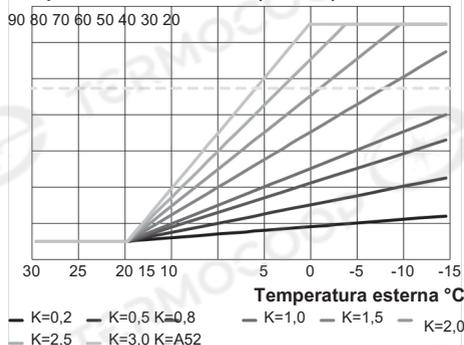
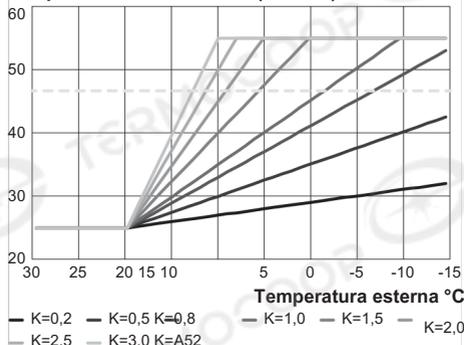
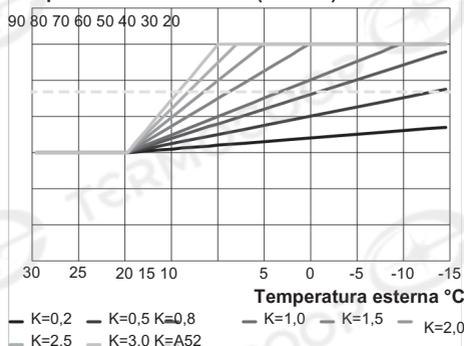

Figura 5.28
Figura 5.29
Figura 5.30
Il coefficiente K è un parametro che innalza o abbassa la temperatura di mandata caldaia al variare della temperatura esterna. Quando si installa la sonda esterna bisogna impostare questo parametro in base al rendimento dell'impianto di riscaldamento per ottimizzare la temperatura di mandata. Con temperatura di regolazione riscaldamento **25-85°C** (Figura 5.28) (preimpostata di fabbrica) o con temperatura di regolazione **25-55°C** (Figura 5.29) o con temperatura di regolazione **50-80°C** (Figura 5.30) (vedere "Selezione del set temperatura riscaldamento" a pag. 53).
- Utilizzando i tasti 15 o 16 è possibile modificare il valore del parametro P08 da un minimo di **1,0** ad un massimo di **3,0** in base alla curva scelta del coefficiente K in Figura 5.29 (il valore letto sul display corrisponde a valori decimali di coefficienti K).